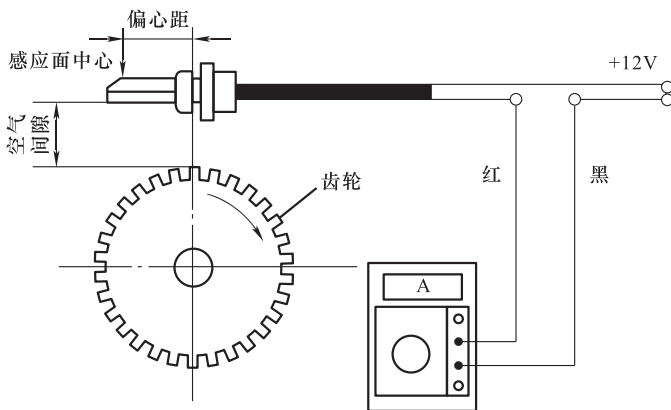

图 1-4 用电流法检测主动型轮速传感器
(2) 电压检测法 对于有源传感器, 由于工作时自身可以产生电压, 因此可以使用电压检测法来检测传感器工作是否正常, 例如氧气传感器、磁电式曲轴位置/凸轮轴位置传感器、爆燃传感器等。仍以 ABS 用磁电式轮速传感器为例, 拆开 ABS ECU 接线插座或拔下轮速传感器的接线插头, 使被测车轮以 1r/s 的速度转动时, 使用万用表交流 mV 档, 测量各车轮的轮速传感器对应端子间的电压, 万用表指示值应为 70mV 以上。如测量值低于规定值, 原因可能是传感器与轮齿的间隙过大或传感器本身有问题, 需要更换新件。
(3) 电流检测法 电流检测法主要用于产生电流调制信号的新型的集成电路传感器, 如主动型轮速传感器, 通过万用表也可以对传感器进行检测, 线路连接如图 1-4 所示。将万用表拨至量程在 200mA 以上的电流档处, 将表笔串在其中一根输出线上, 另一根输出正常接线 (注意指针式万用表的极性), 接通汽车电路使 ABS 通电, 用手缓慢转动传感器安装侧的车轮, 正常情况下, 电流指示应在 $7 \sim 14\text{mA}$ 之间来回波动。如果读数只固定在 7mA 或 14mA 上, 同时调整空气间隙无效时, 则说明传感器失效。另外, 如果接通电路后电流数值直接显示为 0 或 100mA 以上时, 在确认万用表接线无误后, 可以判定传感器已经断线或短路。